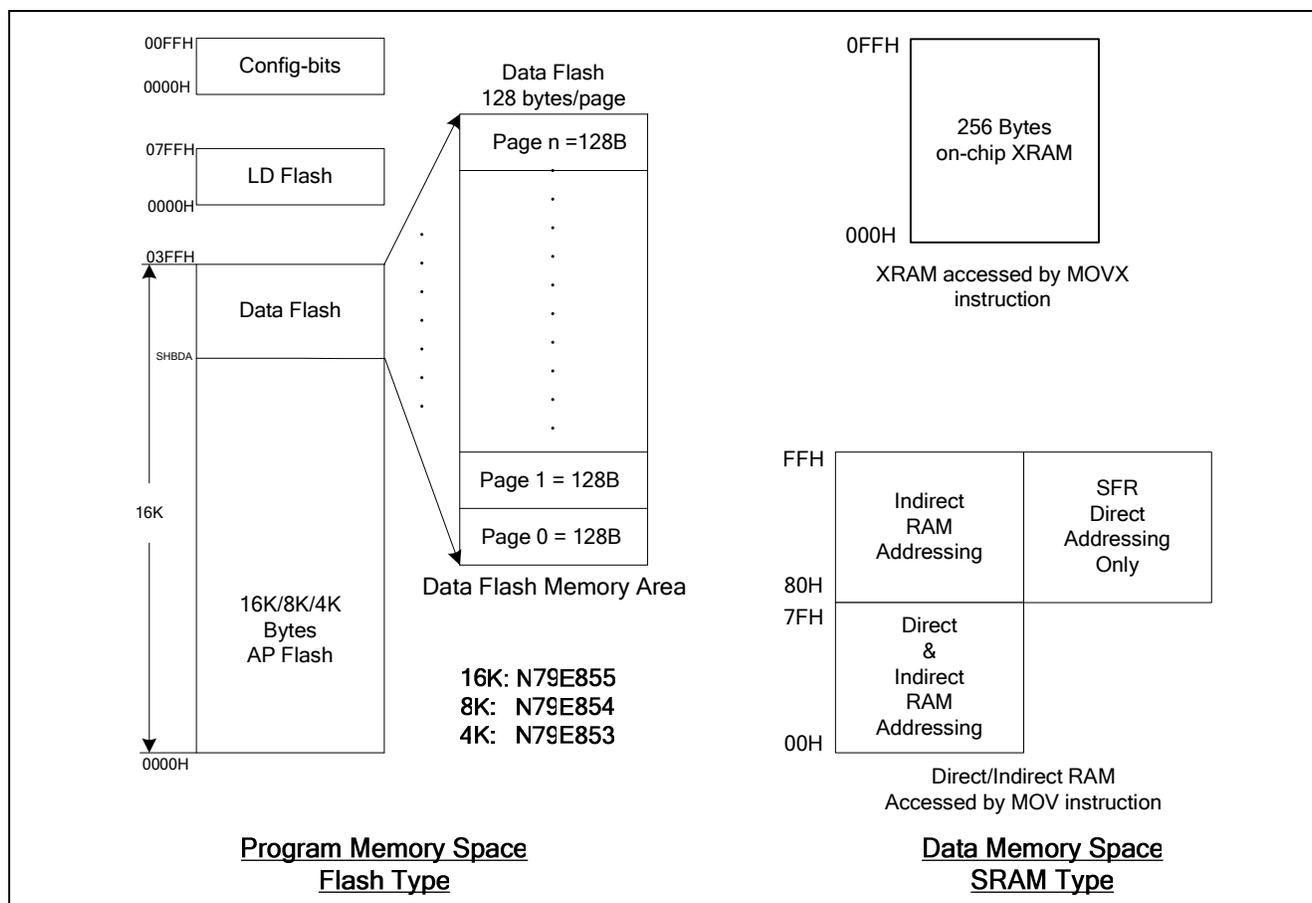

图 6-1 N79E815 系列内存图
**N79E815** 系列提供片上256 bytes 辅助 RAM ( XRAM) 以扩大RAM 空间. 占用的地址空间从00H 到 FFH. XRAM 的256字节可以由MOVX @DPTR or MOVX @Ri 间接访问. (参见下面的demo code.) 注意堆栈指针不能在XRAM上. 图 6-1 所示该系列产品的内存图.